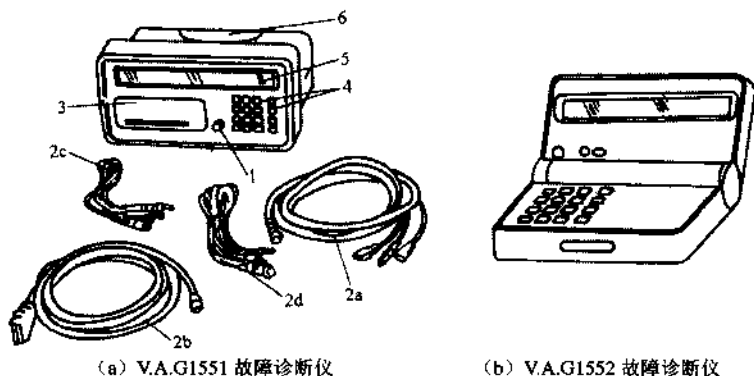

图 2.29 V.A.G1551 故障诊断仪和 V.A.G1552 故障诊断仪
V.A.G1551 故障诊断仪如图 2.29 (a) 所示, V.A.G1552 故障诊断仪如图 2.29 (b) 所示。V.A.G1551 和 V.A.G1552 使用操作方法是完全相同的, 区别在于 V.A.G1552 故障诊断仪中没有打印功能。